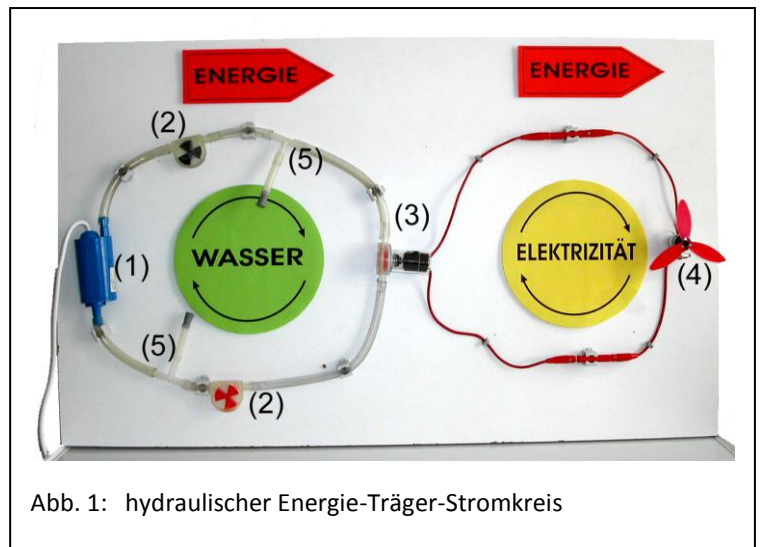

Abb. 1: hydraulischer Energie-Träger-Stromkreis
Beim vorhandenen Energie-Träger-Stromkreis (108.0700) wird der hydraulische Stromkreis (Pumpe, Wassergenerator, Schläuche) (Abb.1) entfernt und durch das Modul „chemischer Energie-Träger-Stromkreis“ (108.0705) ersetzt, das aus Elektrolyseur (1), Brennstoffzelle (2) und Schläuchen besteht. Die Bezeichnungen H_2 und O_2 auf Elektrolyseur und Brennstoffzelle müssen beim Anschließen der Schläuche beachtet werden. Dabei ist darauf zu achten, dass die Schläuche an keiner Stelle geknickt sind! Mithilfe des dritten Schlauchs wird der „chemische Stromkreis“
Voraussetzungen: Im Physikunterricht wurde ein allgemeiner Energiebegriff eingeführt: immer wenn sich etwas bewegt, wenn etwas geheizt wird, ... wird Energie benötigt, die Energie kommt immer irgendwo her, geht immer irgendwo hin. Außerdem wurden z.B. mithilfe des hydraulischen Energie-Träger-Stromkreises (Abb. 1) die Begriffe **Energie und Energieträger** differenziert und die zentralen Regeln formuliert:
Das Drehen des Propellers zeigt beim Energie-Träger-Stromkreis (Abb. 1) an, dass Energie übertragen wird, dass Energie vom Netzgerät zur Pumpe (1), zum Wassergenerator (3), zum Elektromotor (4) strömt. Von der Pumpe strömt die Energie mit dem Wasser bzw. mit dem Wasserstrom bis zum Wassergenerator, vom Wassergenerator dann mit der Elektrizität bzw. dem elektrischen Strom zum Lüfter. Für das Wasser bzw. die Elektrizität werden jeweils zwei Verbindungen (Schläuche bzw. Kabel) benötigt; Wasser und Elektrizität strömen im *Kreis*. Wasser und Elektrizität nehmen also einen *anderen Weg* als die Energie. Wasser und Elektrizität haben die Aufgabe eines „Energieträgers“: das Wasser wird in der Pumpe mit Energie beladen, es trägt die Energie zur „Turbine“ des Wassergenerators. Dort wird die Energie vom Wasser auf Elektrizität umgeladen. Das Wasser strömt zur Pumpe zurück, um dort von neuem mit Energie beladen zu werden. Entsprechend strömt die Energie vom Wassergenerator mit der Elektrizität zum Elektromotor des Lüfters... Weitere Ausführungen sind in [1] und in der Betriebsanleitung zum hydraulischen Energie-Träger-Stromkreis zu finden.